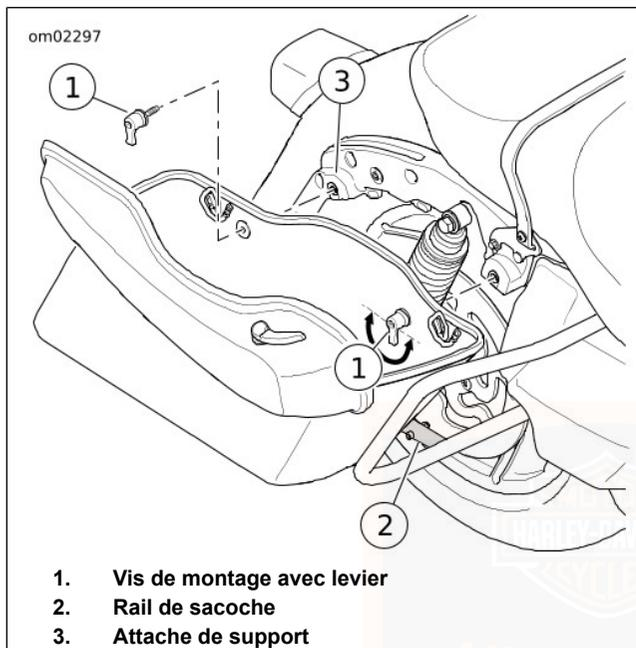

Figure 39. Dépose/installation des sacoches
2. Voir Figure 39 . Tourner les leviers de vis de montage dans le sens antihoraire afin de déposer les vis de montage du support de fixation.
1. Voir Figure 39 . Positionner soigneusement la sacoche dans son rail. Aligner les œillets de montage avec le support de fixation.